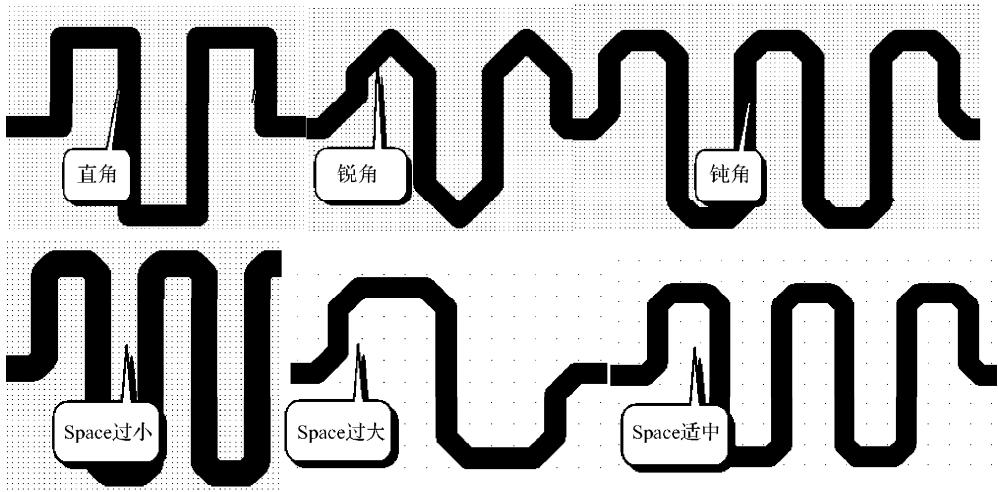

图 10-109 等长的直角、锐角、钝角及等长的 Space 调整
(4) 如果在蛇形走线的时候出现如图 10-109 所示的直角或者尖角、Space 过大或过小, 那么按字母键盘上方的数字键“1”可减小拐角幅度, 按数字键“2”可增大拐角幅度, 按数字键“3”可减小 Space, 按数字